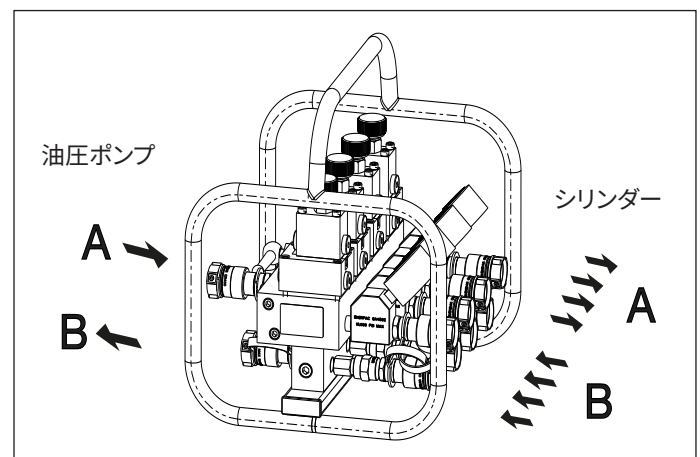

図3: SFM42マニホールドの接続図
詳細は図3を参照してください。
- シリンダーを伸ばす:それぞれの流量制御バルブのロータリーノブで出口ごとの必要な流量を選択します。シリンダーの使用圧力より1,500 - 2,900 psi [100 - 200 bar]大きい、メインの油圧ポンプでリリーフバルブをセットします。制御された流量の作動油が油圧ポンプからスプリットフローマニホールドの入口「P」に流れるように油圧ポンプと方向バルブを操作します。必ず、下降バルブを手動で時計回りに閉じてから操作を行ってください。作動油が出口「A」からシリンダーの大型チャンバーに流れ、プランジャが伸張します (図3参照)。作動油の流れが「B」ポートを通り、タンクに戻ります。